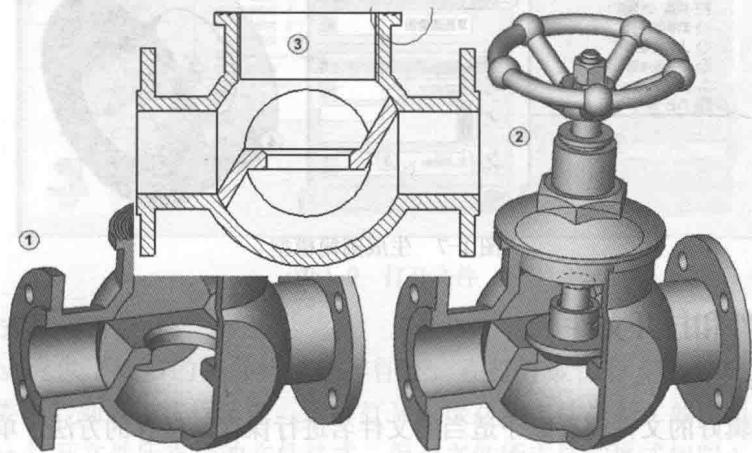

图 1-5 SolidWorks 的 3 种基本文件
SolidWorks 的 3 种文件格式提供了不同的操作环境和功能选项。在零件环境下可以建立产品零件的各种外观特征和结构特征，在零件环境中包括特征、曲面等多种建模工具。此外零件环境中还有钣金、模具等建模工具。如图 1-5 中①所示。
装配体操作环境的主要功能是将产品中独立的零件用配合关系组装在一起，成为一个整体。装配体环境中还提供了爆炸视图、焊接、管道等与装配相关的工程工具。如图 1-5 中②所示。
工程图是三维模型的二维展示，表示出模型的几何公差、加工要求等信息，是企业产品信息的主要载体。SolidWorks 工程图与三维模型是相互关联的，二维工程图及其特征尺寸直接由三维模型转换而来。在工程图环境中提供了丰富的工程标注、材料明细栏等工具。如图 1-5 中③所示。